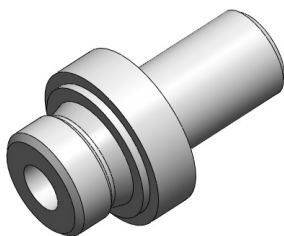

图 2-84 “旋转凸台/基体”操作的效果
STEP 1 单击“草图”工具栏中的“旋转凸台/基体”按钮,选择“中心线”为旋转轴,“旋转角度”设置为 360°,旋转出管接头的基本形状,如图 2-84 所示。